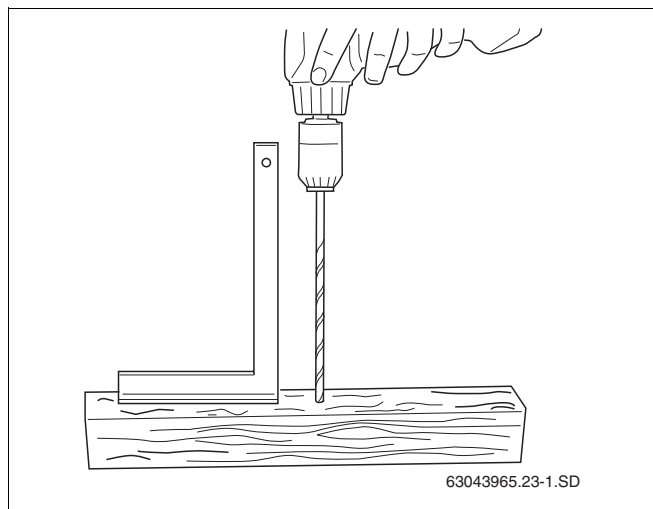

Рис. 22 Изготовление шаблона
- Возьмите брус длиной 0,50 – 1,00 м. Вертикально просверлите в бресе отверстие Ø 6 мм (рис. 22).